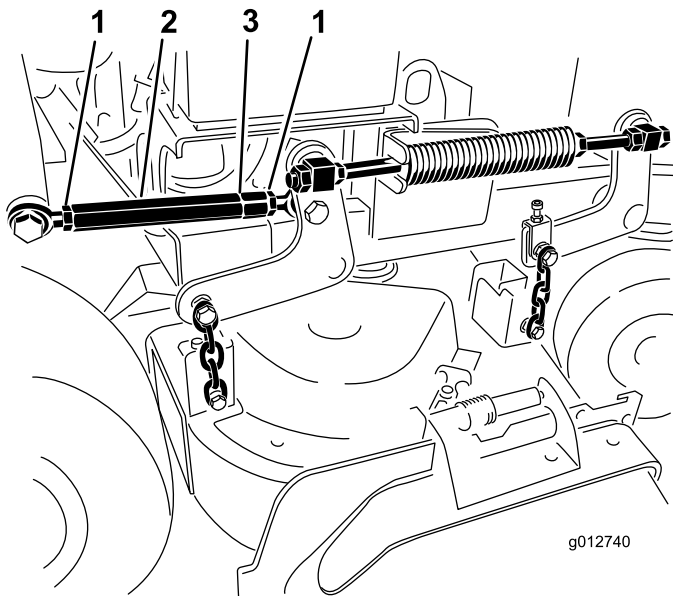

Bild 86
7. Lösen Sie die Klemmmuttern an beiden Seiten der Spannschraube (Bild 86).
- Hinweis:** Das Ende der Spannschraube mit der Rille hat ein Linksgewinde (Bild 86).